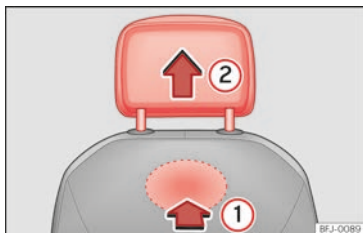

Abb. 68 Kopfstütze vorne ausbauen.
- Lokalisieren Sie zum Entriegeln der Kopfstütze die Aussparung im markierten Bereich auf der Rückseite der Sitzlehne und drücken Sie in Pfeilrichtung » » (Abb. 68) ①.
- Ziehen Sie die Kopfstütze in Pfeilrichtung ② heraus.